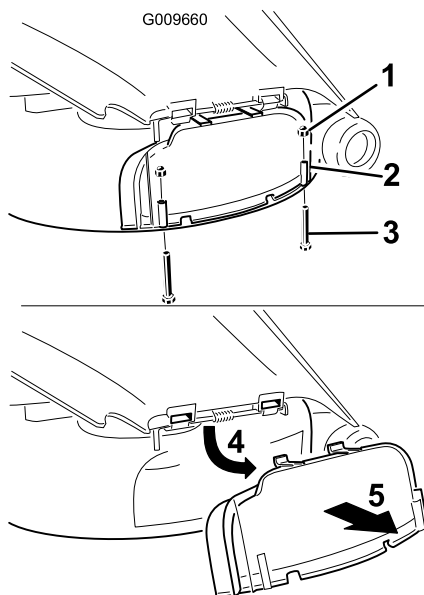

Figura 28
3. Retire los 2 pernos y tuercas que fijan la tapa de descarga al cortacésped (Figura 28).